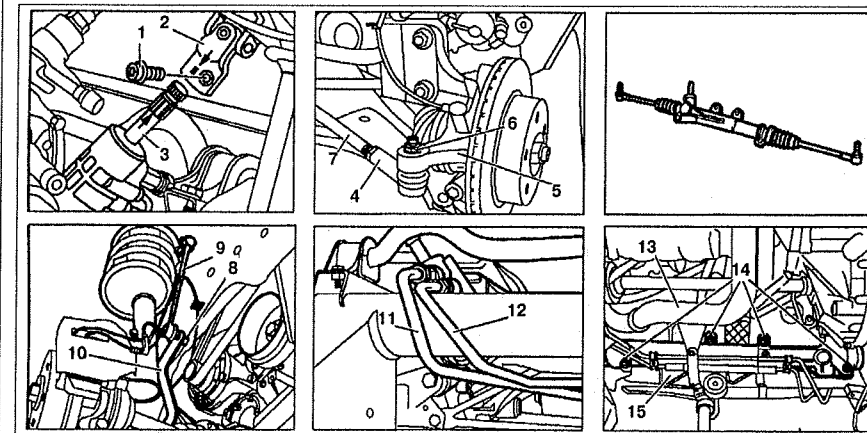

Рис. 8.2. Рулевой механизм:
4. Открутите болт 1 крепления шарнира рулевого вала 2 к валу рулевого механизма 3 и отсоедините его (см.рис.8.2). Пометьте их взаимное положение.